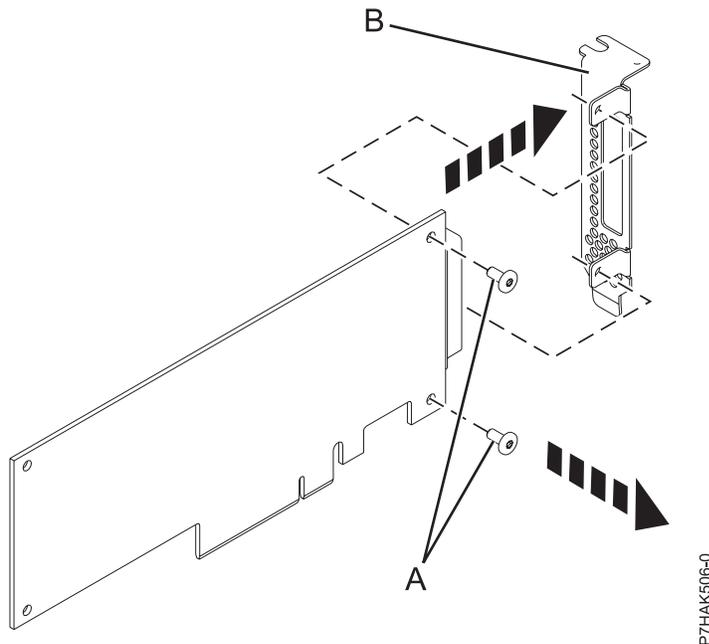

Figura 10. Extracción de la contrapunta de perfil bajo de un adaptador PCI anómalo
4. Mediante un destornillador Phillips, desenrosque los dos tornillos (A) que sujetan la contrapunta (B) al adaptador PCI anómalo, como se muestra en la Figura 10.